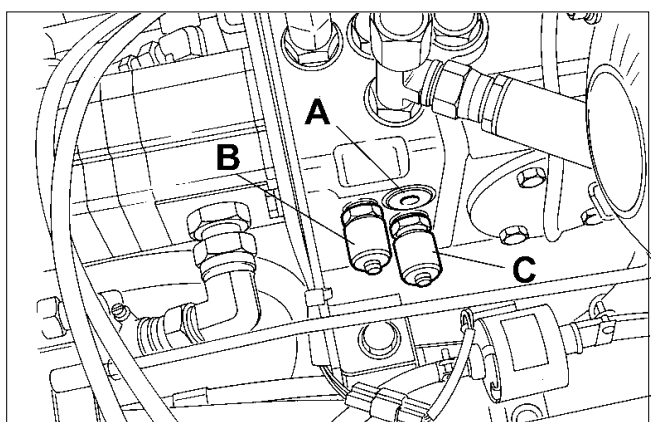

Fig.50
TEST PORTS (Fig.50 & 51)
1. Transmission pressure forward 210 bar (3045psi) (C Fig.50):
3. Charge pressure 11 bar (160psi) (B Fig.50):
PORTE DI PROVA (Fig. 50 e 51)
1. Pressione avanti della trasmissione 210 bar (C Fig. 50):
3. Pressione di carico 11 bar (B Fig.50):